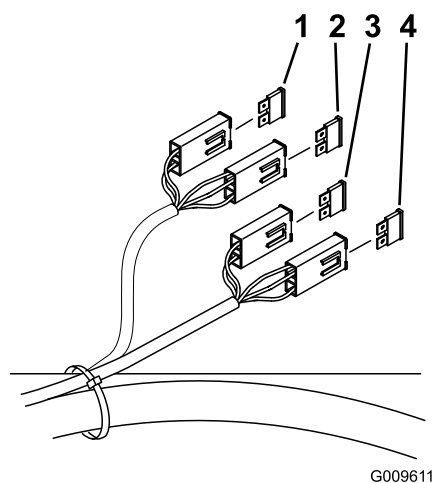

Figure 46
- Déverrouillez et soulevez le siège pour accéder au porte-fusibles (Figure 46).
- Remplacez le fusible (Figure 46).